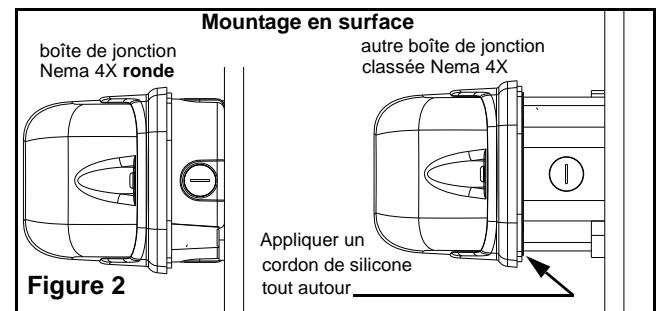

Figure 2
6. À l'aide de 4 vis fixer la plaque arrière à la boîte de jonction **ronde** classée Nema 4X montée en surface ou directement sur une boîte de jonction encastrée en assurant une bonne étanchéité tout autour de l'unité (le joint d'étanchéité ne peut pas garantir une étanchéité sur toutes les surfaces). Si vous n'utilisez **pas** une boîte de jonction **ronde**, l'installation nécessitera un moyen de scellage supplémentaire tout autour de la boîte de jonction (voir fig. 2).